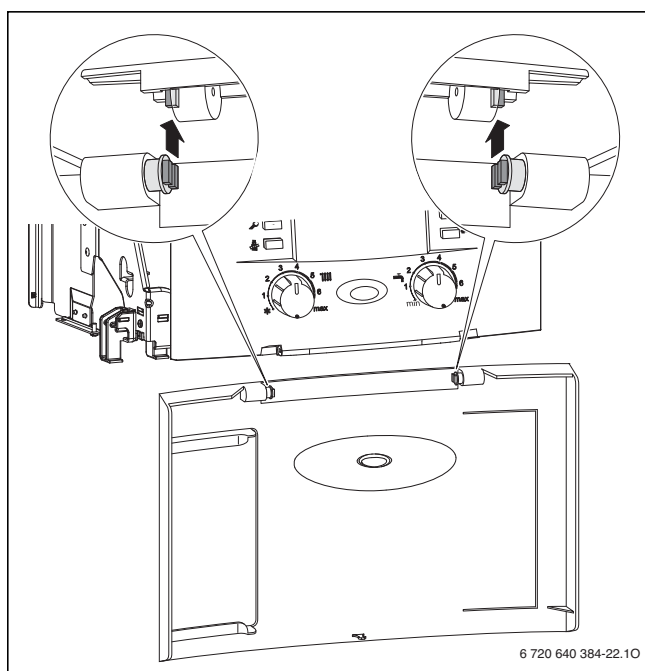

Bild 16
- Ausrichtung der Dämpfer prüfen (→ Bild 16).